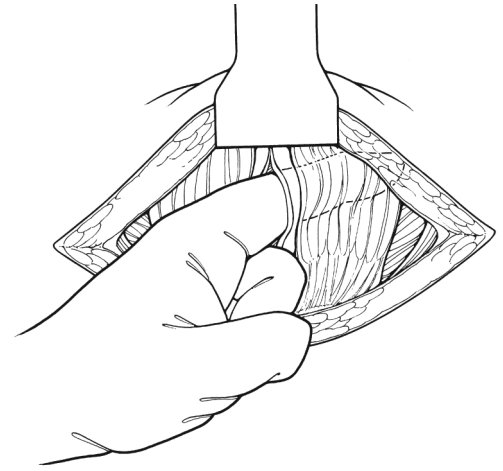

Figura 4-8. Separați linia albă
10. Faceți o incizie suprapubiană, separați transversal fascia mușchiului drept și folosiți o mișcare de desfăcere pentru a separa linia albă și a ajunge la spațiul prevezical. (Figura 4-8)